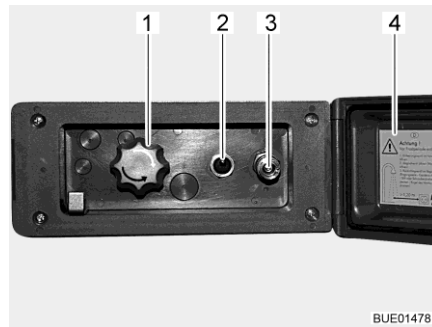

Fig. 190 Conexión de ducha exterior
- Desbloquear y abrir la tapa (Fig. 190,4).
- Conectar la manguera de la ducha exterior al cierre rápido (Fig. 190,3).
- Encender la bomba de agua con el interruptor (Fig. 190,2).
- Ajustar la temperatura del agua con el botón giratorio (Fig. 190,1) según se desee.
- Apagar la bomba de agua con el interruptor (Fig. 190,2).
- Cerrar la tapa (Fig. 190,4) y bloquearla con la llave.
- Poner el botón giratorio (Fig. 190,1) en la posición central.